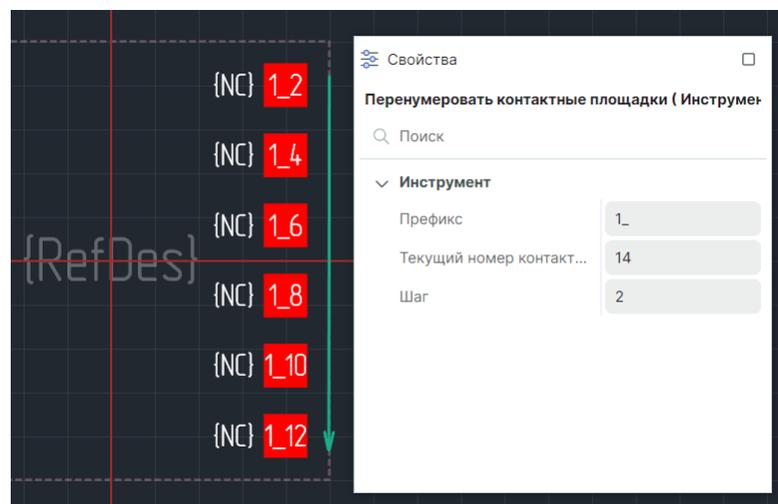

Рис. 146 Последовательное переименование контактных площадок
5. Последовательно переименуйте соответствующие контактные площадки, перемещая курсор, см. Рис. 146.
Пример! На Рис. 146 зеленые стрелки отображают очередность перемещения при переименовании контактных площадок.